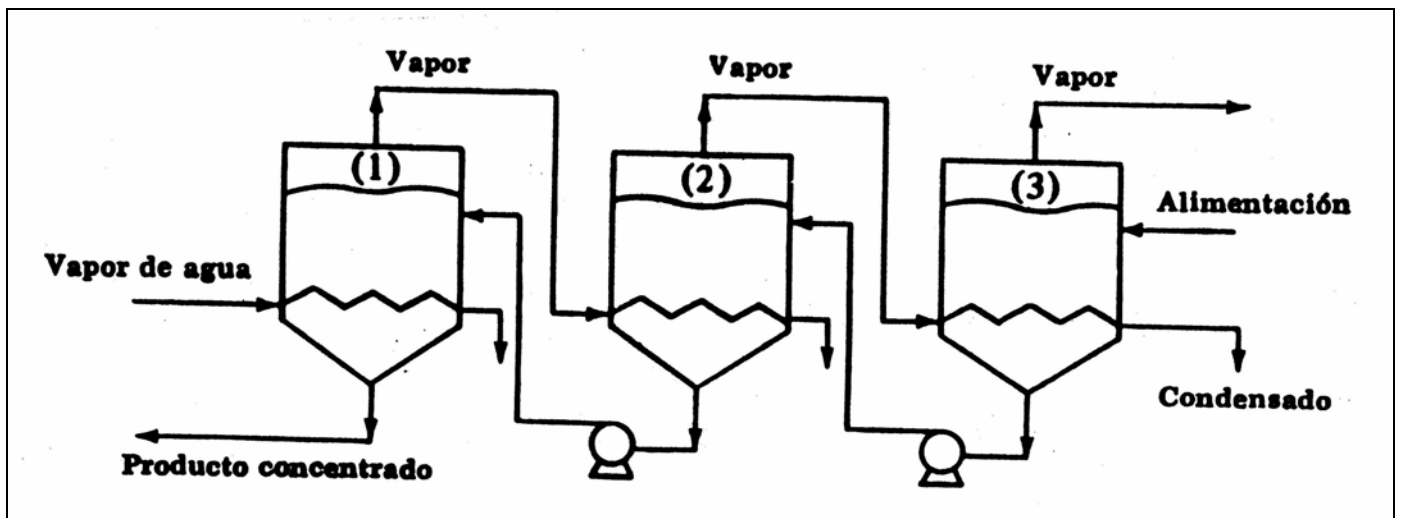

Fig. 4 – Diagrama simplificado de un evaporador de efecto triple con alimentación en retroceso.
- c. *Evaporadores de efecto múltiple con alimentación en retroceso*, (Fig. 4). En la operación de este tipo de evaporadores de efecto múltiple la alimentación entra en el último efecto, que es el que está más frío, y continúa hacia atrás hasta que el producto concentrado sale por el primer efecto. Este método de alimentación en retroceso tiene ventajas cuando la alimentación está fría, pues la cantidad de solución líquida que debe calentarse a temperaturas más altas del segundo y primer efectos es más pequeña. Sin embargo, es necesario usar bombas en cada efecto, pues el flujo va de baja a alta presión. Este método también es muy útil cuando el producto concentrado es bastante viscoso. Las altas temperaturas de los primeros efectos reducen la viscosidad y permiten coeficientes de transferencia de calor de un valor razonable.